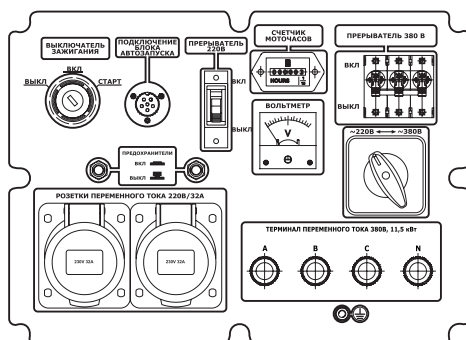

Рис. 18
- Поставьте выключатель автоматического режима в положение «Выкл» (рис. 18).